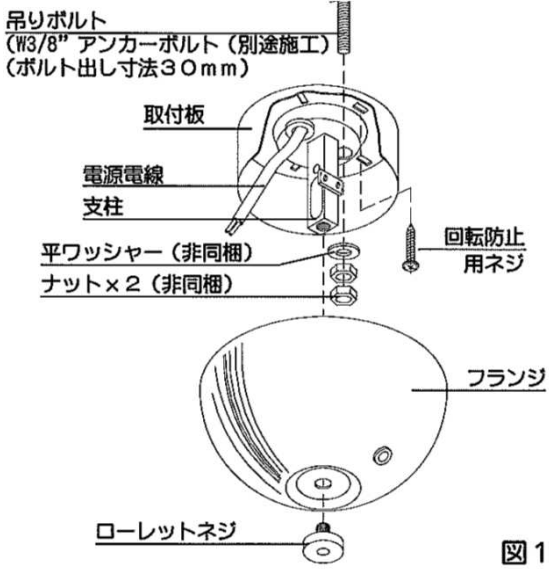

図1
1. ローレットネジをゆるめてフランジをはずしてください。(図1)
6. フランジを押し上げ、ローレットネジを締め上げてフランジを固定してください。(図1)